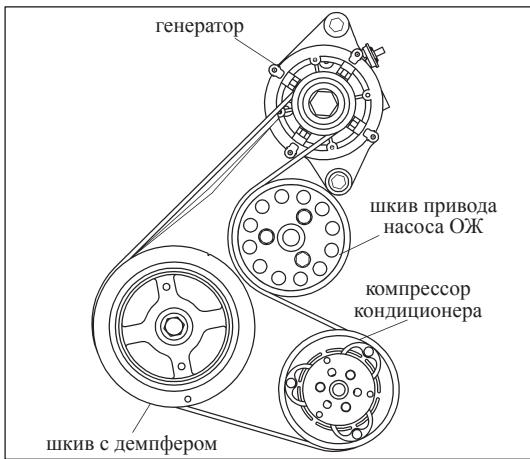

Рис. 6-2-2. Проверка ремня привода генератора
» Стандартное натяжение ремня генератора составляет 600 Н ±50 Н. Натяжение проверяется посередине между шкивом генератора и шкивом коленчатого вала с демпфером, как показано на рис. 6-2-2.
- (3) Установить ремень в наружную канавку шкива коленчатого вала с демпфером, шкива компрессора кондиционера и шкива генератора. Схема установки ремня приведена на рис. 6-2-2.
Проверять прогиб следует посередине между шкивом генератора и шкивом коленчатого вала с демпфером, как показано на рис. 6-2-2.